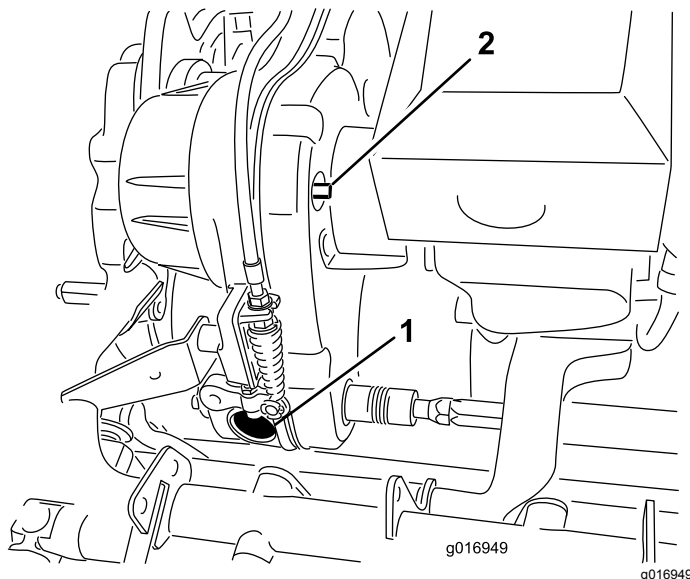
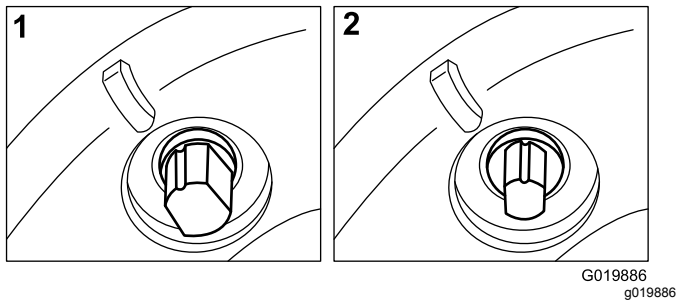

Figura 46
Figura 47
Retire el tapón de goma (Figura 46) del orificio de la parte delantera de la transmisión para inspeccionar visualmente el embrague del molinete al realizar los ajustes.
La correa de transmisión está tensada por una polea tensora a resorte. Si es necesario eliminar/restaurar la tensión en la correa, utilice una llave de 10 mm (3/8") para girar el eje de engranado/desengranado (Figura 46) a la posición deseada. Gira el eje ¼ de vuelta en el sentido de las agujas del reloj para separar la polea tensora de la correa (Figura 47).
- Nota:** Retire el tapón de goma (Figura 46) del orificio de la parte delantera de la transmisión para ver el embrague del molinete.